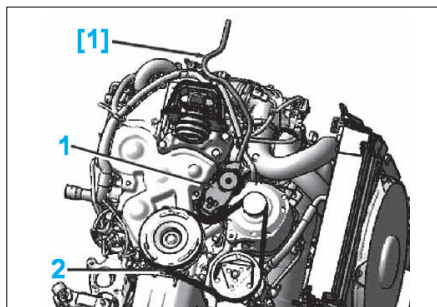

FIG. 16
- Agir sur le tendeur dynamique (1) à l'aide de l'outil [1], jusqu'à la mise en place de la pige [2] dans le trou de pigeage "E" (Fig.16).